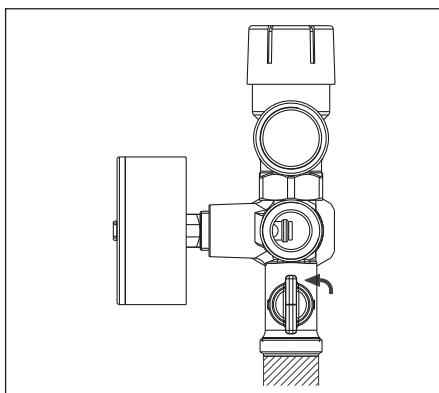

Fig. 6.16 Robinet de vidange à tournant sphérique du groupe de sécurité
4. Ouvrir le robinet à tournant sphérique du groupe de sécurité en le tournant de 90° vers la gauche (position verticale, fig. 6.16).